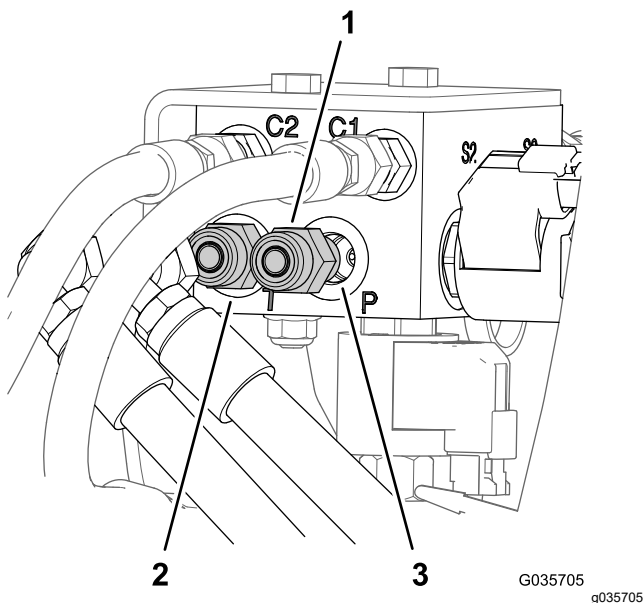

Figure 9
1. À l'arrière du pulvérisateur, étiquetez les flexibles au niveau des orifices-P et T du collecteur des vérins de levage (Figure 9).
2. Débranchez les flexibles des raccords hydrauliques droits reliés aux orifices P et T du collecteur des vérins de levage (Figure 9).
3. Débranchez les raccords hydrauliques droits des orifices-P et T sur l'ancien collecteur des vérins de levage (Figure 9).